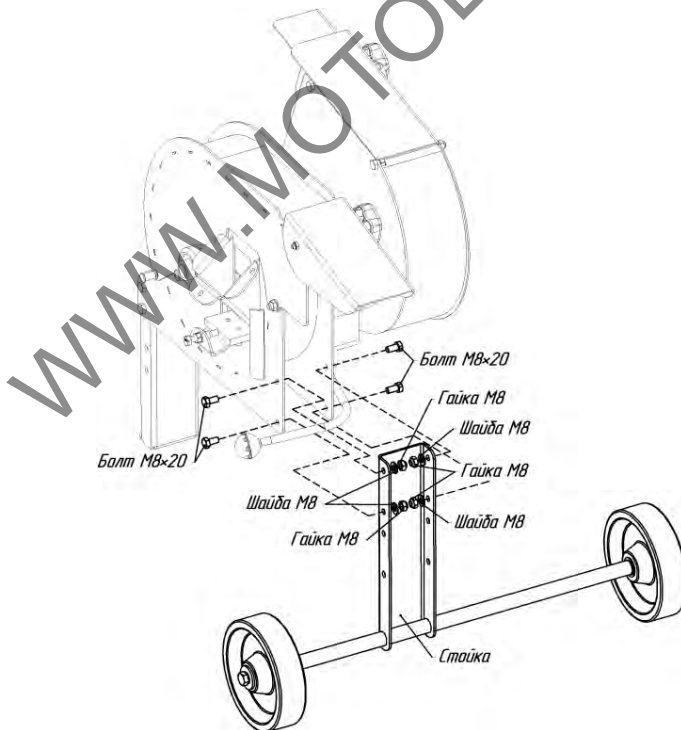

Рис.3 Установка стойки на измельчитель.
4. Установите стойку с колесами на измельчитель и зафиксируйте ее болтами, шайбами и гайками (рис.3).